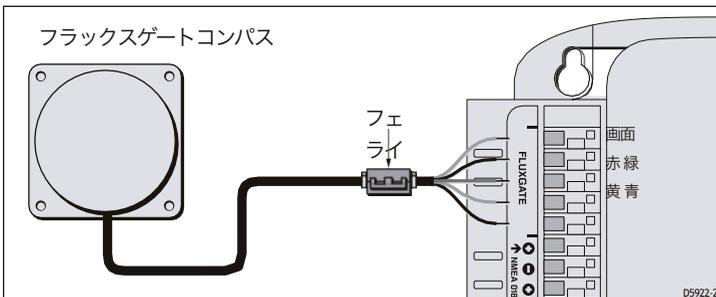

図2-12: Fluxgateコンパスとスマートヘディングセンサーの接続
3. 図2-12のように、ケーブルを **FLUXGATE** 端子に接続します。